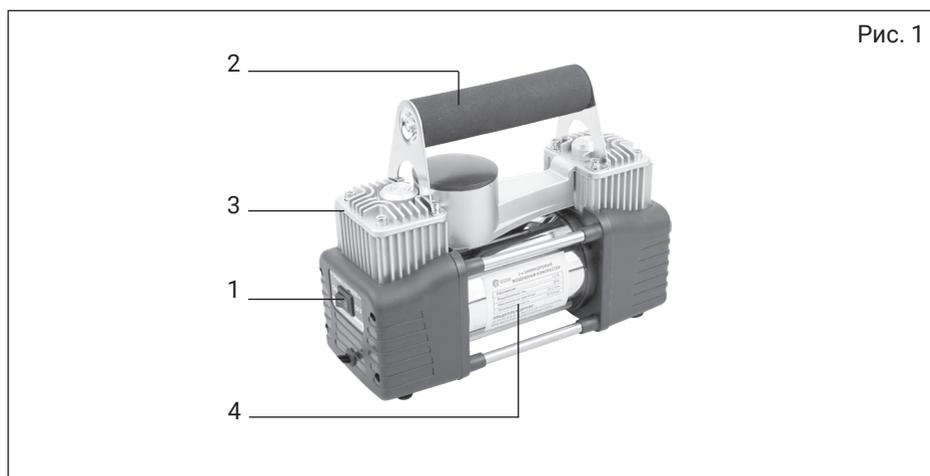

Рис. 1
4.2 Компрессор состоит из коллекторного двигателя постоянного тока расположенного горизонтально в металлическом корпусе (рис. 1, поз. 4). На корпусе блока цилиндра (рис. 1, поз. 3) закреплена головка блока с выпускным клапаном, выполняющая также функцию отведения тепла от цилиндра во время работы.